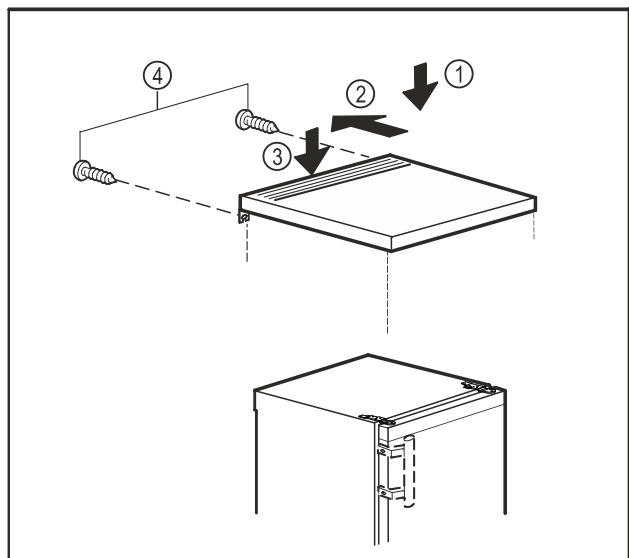

Fig. 10
- ▶ Padėkite stalviršį ant prietaiso. Fig. 10 (1)
- ▶ Nustumkite stalviršį į galą. Fig. 10 (2)
- ▶ Paspauskite stalviršį gale žemyn. Fig. 10 (3)
- ▶ Galinėje pusėje prisukite varžtus. Fig. 10 (4)